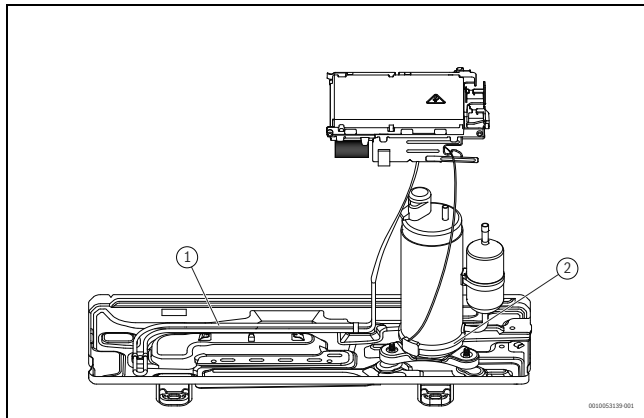

Fig. 13
- Treceți țevele prin perete și atașați unitatea interioară la placa de montaj (→ Fig. 13).